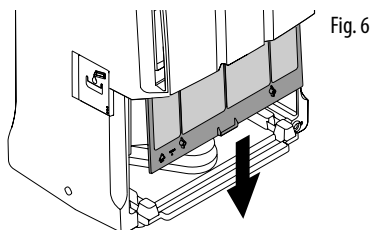

Fig. 6
- Para remover o filtro do ar, depois de ter removido o bidão, extraia o filtro puxando-o para baixo (fig. 6).